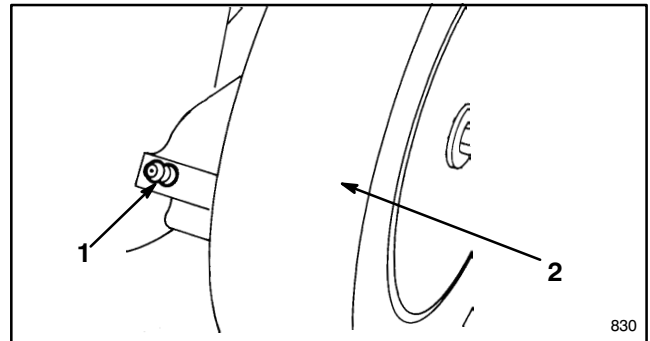

Figure 29
**2.** Places les leviers de hauteur de coupe des roues arrière en position "2". Essuyer les graisseurs avec un chiffon propre (fig. 29). Placer l'embout de la pompe à graisse sur le graisseur et pomper délicatement 2 ou 3 fois la graisse multi-usages au lithium No. 2.